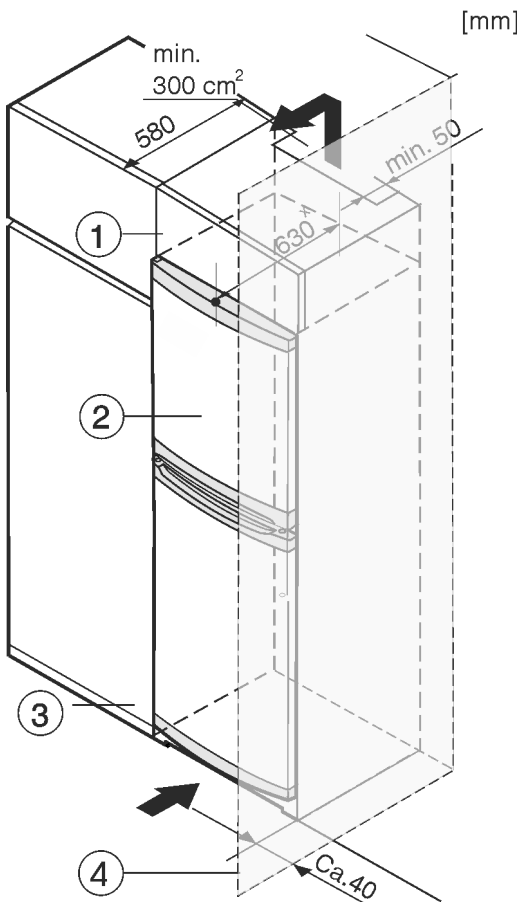

Fig. 8
Уредът може да е обграден с кухненски шкафове. За да изравните височината на уреда Fig. 8 (2) с височината на вградената кухня, над уреда може да се постави шкаф-пристройка Fig. 8 (1).
При обграждане с кухненски шкафове (дълбочина макс. 580 mm) уредът може да се постави непосредствено до кухненския шкаф Fig. 8 (3). Отстрани уредът е издаден на 34 mm^x, а в средата на уреда – на 50 mm^x спрямо челото на кухненския шкаф.
Когато уредът се поставя с пантите до стена Fig. 8 (4), разстоянието между уреда и стената трябва да е поне 40 mm. Това отговаря на разстоянието, с което дръжките стърчат при отворена врата.